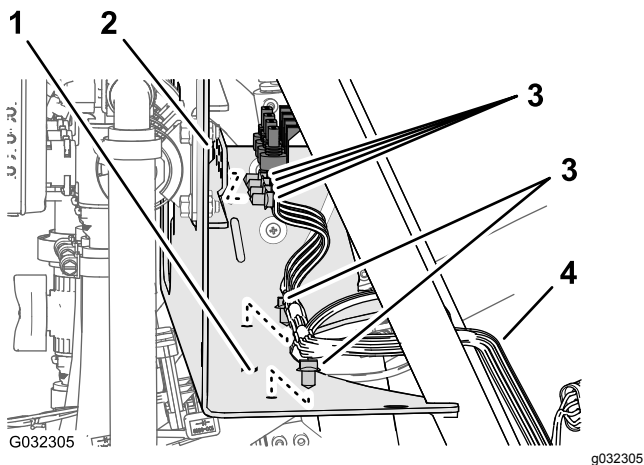

图 24
3. 拆下将后线束固定到歧管安装架前侧板和下侧板中的孔的压入式紧固件图 24。